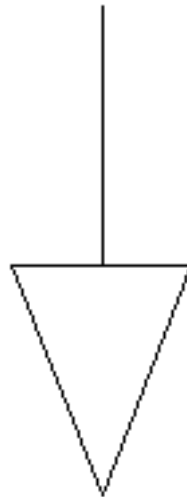

Рис. 6.11. Исходная фигура для полярного массива
1. Нарисуйте фигуру, подобную показанной на рис. 6.11.